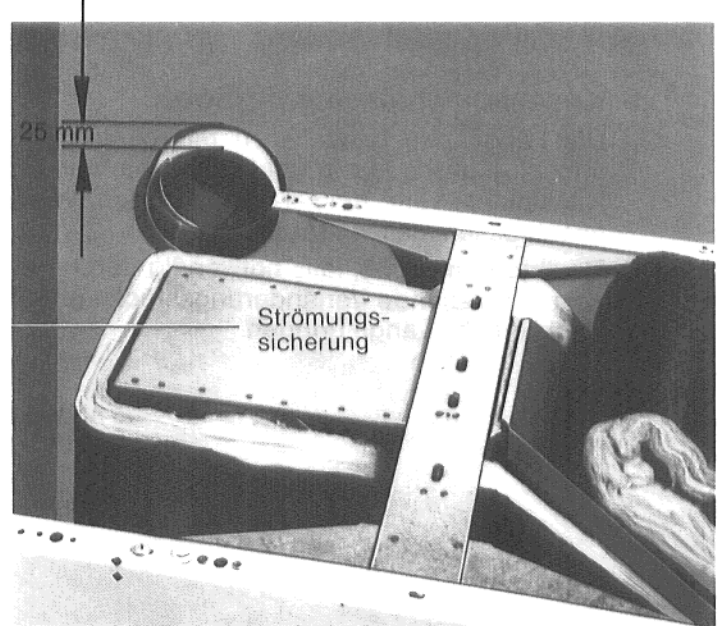

Abb. 14
- Abgasrohr ca. 25 mm aus der Wand herausstehen lassen (s. Abb. 14).
- Fehlendes Abgasrohrstück zwischen Strömungssicherung und Abgasrohr messen und anfertigen (s. Abb. 14 und 15).